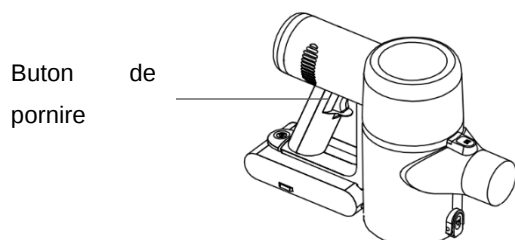

Figura 9
3. Apăsați butonul de pornire pentru a porni aspiratorul, aparatul funcționează automat la viteză medie. (Figura 9).